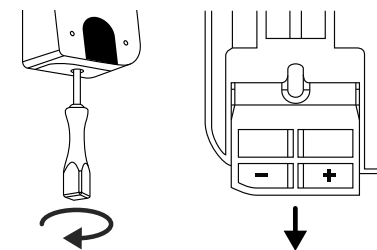

Fig. 3
- 3 Rimuovere la vite dal lato inferiore del tastierino con il cacciavite Tx8 in dotazione ed estrarre il vano batteria dal basso (Fig. 3).